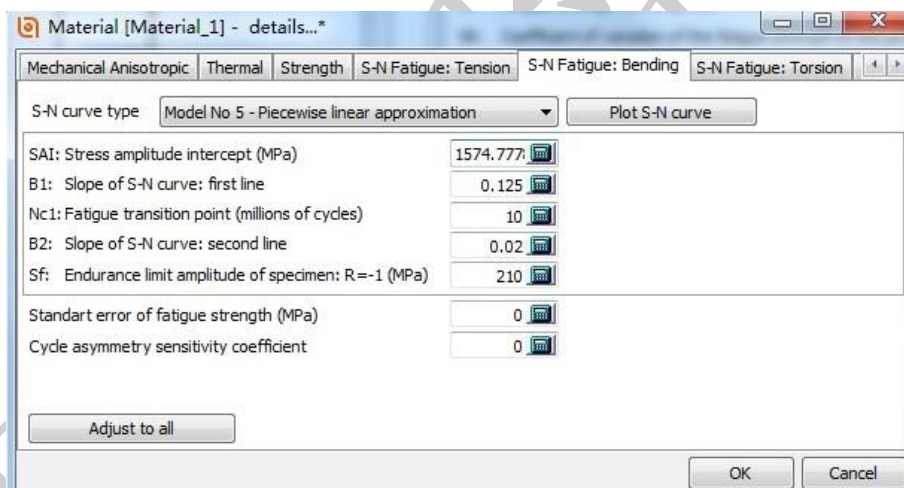

图 2.43
8. 设置S-N曲线参数如图 2.43所示($SAI=210 \times 10^7 \times 0.125 = 1574.7778 \text{Mpa}$)。